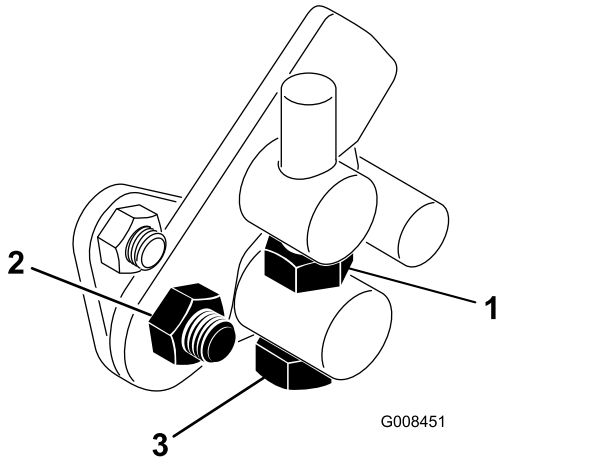

图 43
1. 松开枢轴螺栓上的锁紧螺母图 43。
4. 上紧枢轴螺栓上的锁紧螺母和踏板枢轴上的螺母锁定调整图 43。检查调整情况并按需要调整。